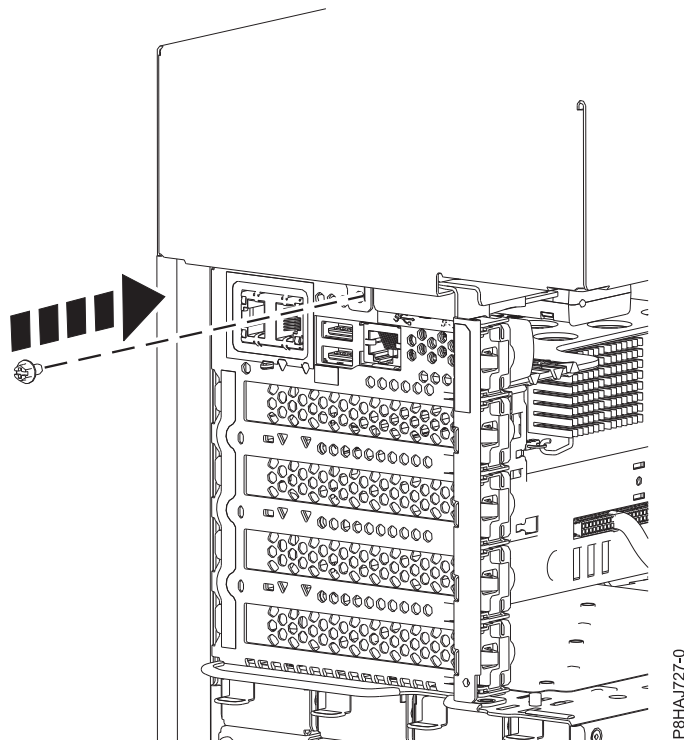

Figure 69. Installation de la vis capot latéral du 8286-41A
5. Installez la vis arrière du capot latéral à l'aide d'un tournevis cruciforme, comme illustré figure 69, à la page 109.